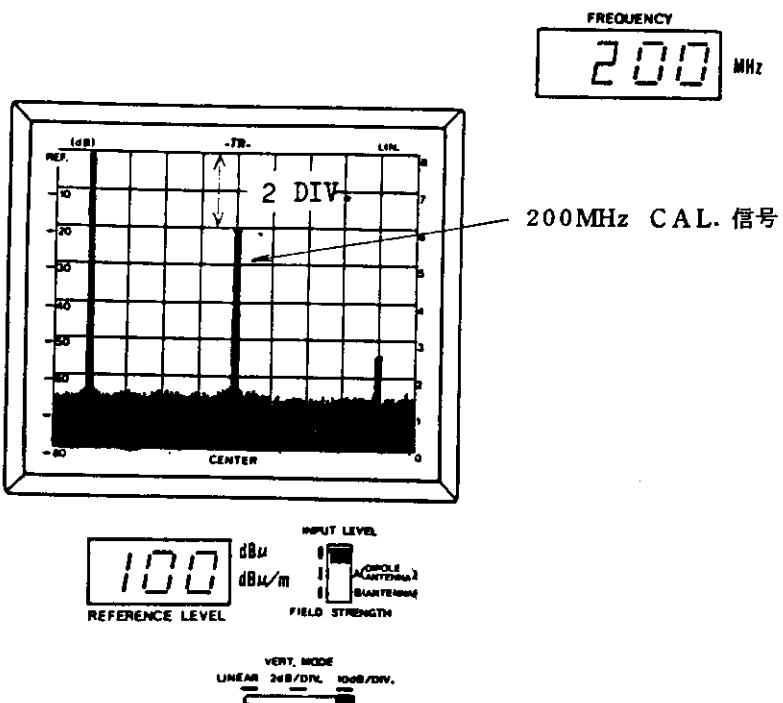

図 4-1 レベルの校正
- ④ **CAL. OUT** 信号の 200 MHz 基本波のレベルが、図 4-1 に示すように CRT ディスプレイ最上目盛 (REF.) から 2 番目の線 (-20 dB ライン) になるよう、**IF GAIN** の **CAL.** で調整します。
- ⑤ 以上で本器の表示は、**dBμ** で校正されたことになります。